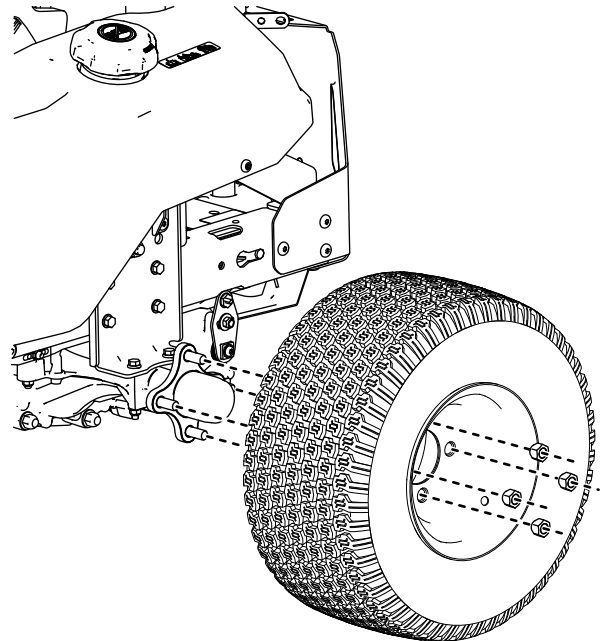

Figura 2
7. Retire los neumáticos traseros como se muestra en la Figura 2